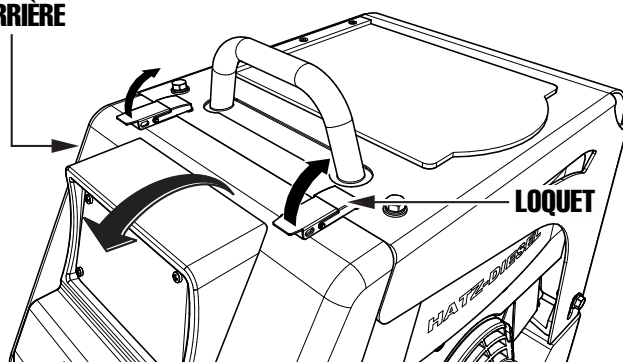

Figure 2. Ouverture du couvercle arrière
1. Déverrouiller les deux loquets en haut du couvercle arrière (Figure 2), puis tirer le couvercle arrière vers le bas pour l'ouvrir.